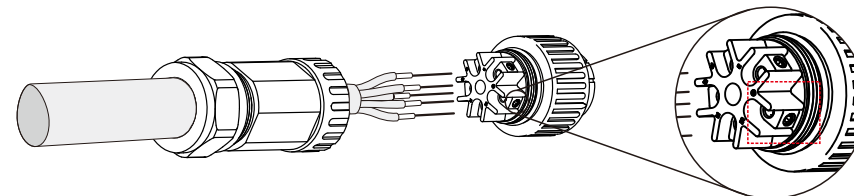

Bild 5.22 Ansluten kabel
A) Skala av kabelns isoleringshylsa i 70 mm så att kopparhylsanslutningen når 9 mm. Dra kabeln genom muttern och hylsan på uttagselementet, sätt i motsvarande anslutningar och dra åt med insexnyckel (se bild 5.22). Vridmomentet är 1,8-2,0 nm.
Dra åt kabeln med 3,0 mm insexnyckel (fokusera på den prickade rutan, se bild 5.22). Insexskruven är lätt att tappa, skruva inte ut den helt.